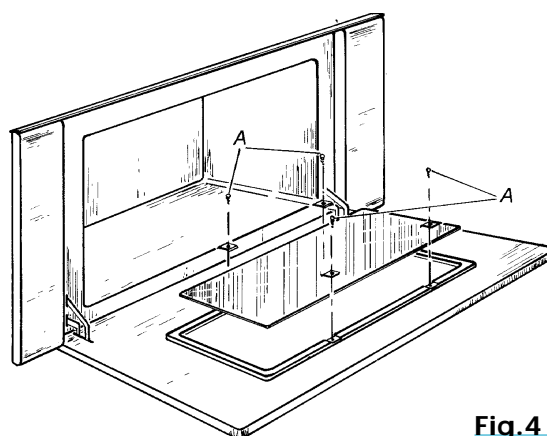

Fig.4
Per le parti smaltate comportarsi come per l'interno del forno, usando acqua calda e detersivi non abrasivi o acidi. Per una semplice e accurata pulizia del cristallo interno della porta è prevista la possibilità di toglierlo dalla propria sede svitando a porta completamente aperta le viti (A) come mostra la fig.4.